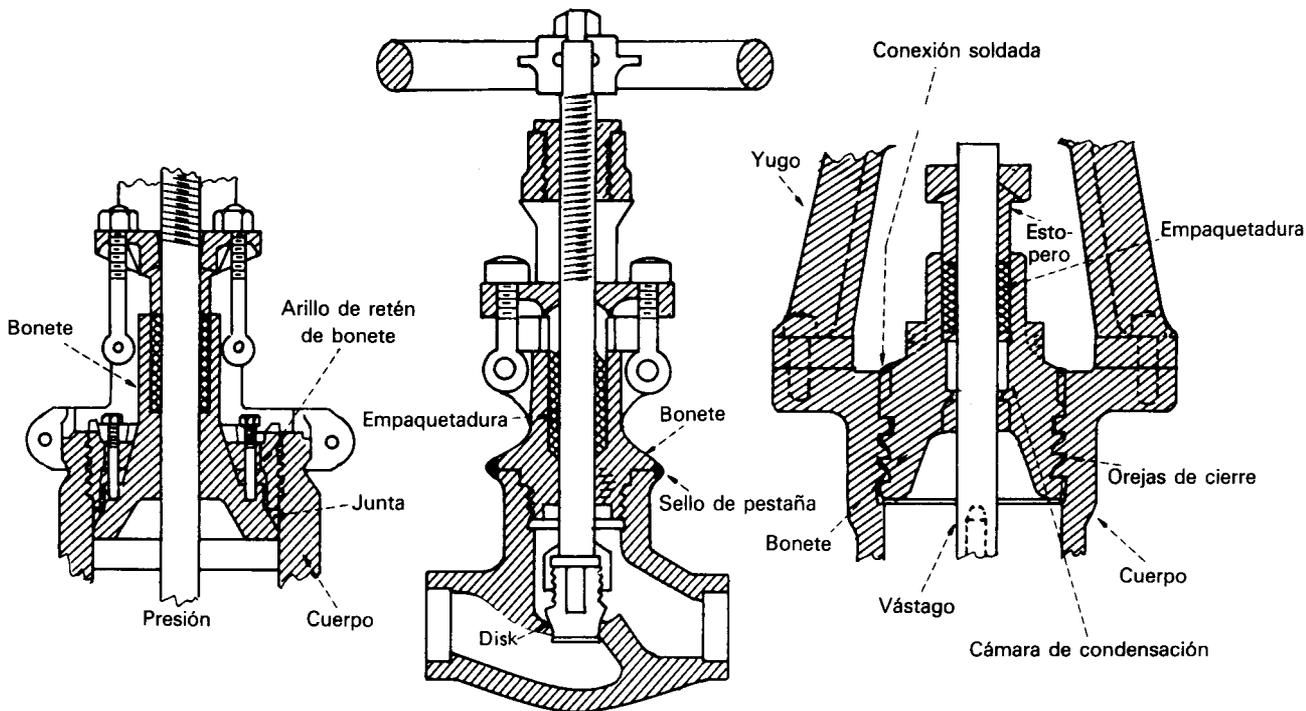

Fig. 10 Bonete sellado por presión (izq.), bonete sellado con pestaña (centro) y unión con cierre de lengüeta (der.)
*Bonete sellado por presión.* Esta construcción, que es uno de los varios tipos de sellos para servicio con altas temperaturas y presiones, hace que la válvula pese menos que la de bonete convencional. En el bonete sellado por presión se utiliza la presión en la tubería para tener un sello más eficaz. Para ello se instala el bonete en el cuerpo con una junta o sello anular retenida en el cuerpo, ya sea con un anillo segmentado colocado en una ranura en el cuerpo o con un anillo de retén atornillado en el cuerpo. Para producir el sello inicial se levanta el bonete contra la junta o sello con sus tornillos. Durante el servicio, la presión interna actúa contra la parte inferior del bonete y lo empuja contra la junta o sello; cuanto más alta es la presión más hermético es el sello (Fig. 10).